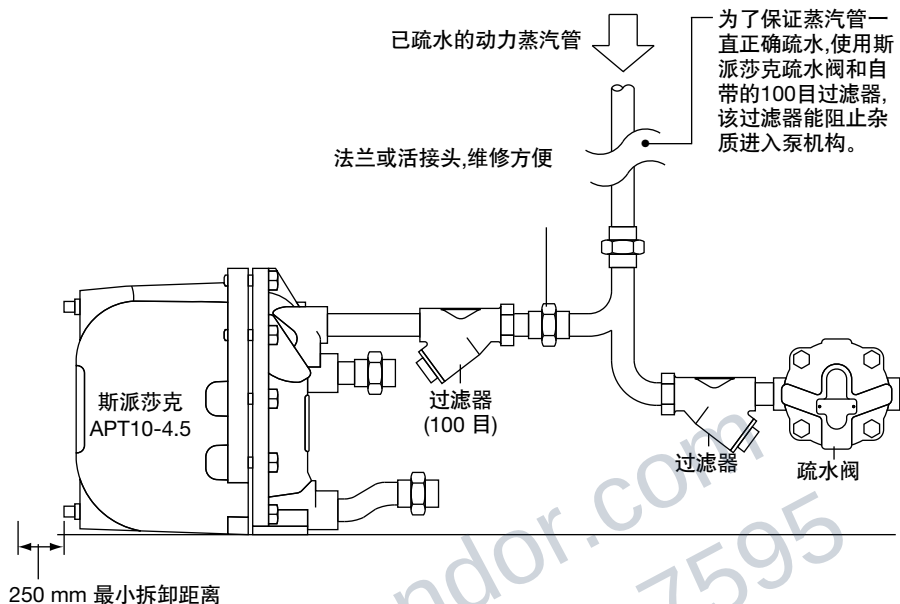
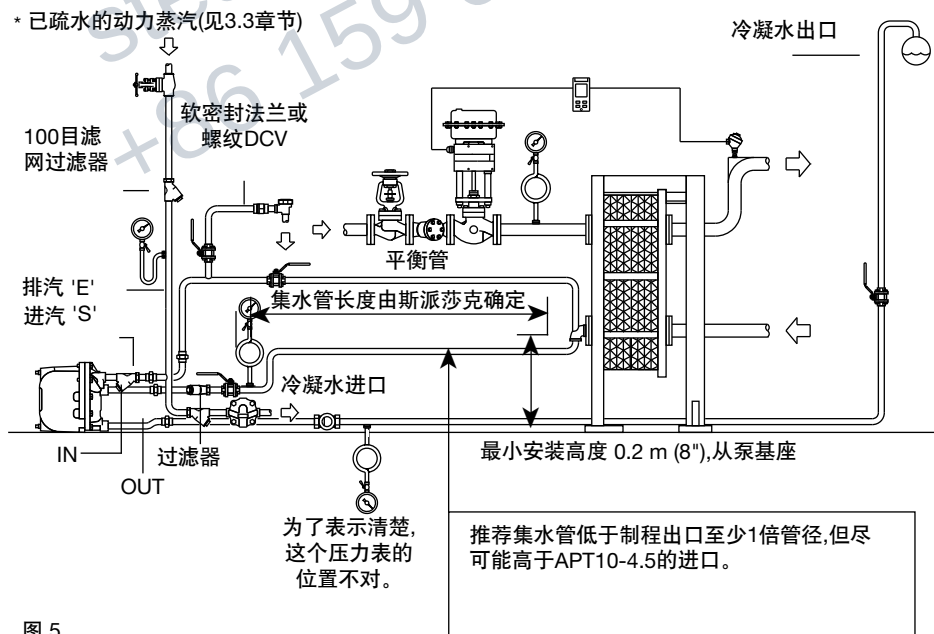

图4 动力蒸汽和排汽管的推荐连接
图 5
为防止设备积水,建议在入口管道口径选型时,要考虑泵在排水循环时产生的冷凝水量。通常管道的长度和直径能提供2.1升的冷凝水容积就足够了。建议冷凝水蓄水管的位置低于过程出口至少1倍管径但比APT10-4.5入口要尽可能的高。在APT10-4.5冷凝水入口处要安装斯派莎克Y型,孔径为0.8mm的过滤器,如图5所示。
3.3 接口(参考安装图4)
APT10-4.5有四个接口,标有(IN)的DN20 (3/4") 接口与设备排水口相连,标有(OUT)的DN20 (3/4") 接口与冷凝水回收管道相连。流向箭头标明了正确的流向。标有(S)的DN15 (1/2") 接口与已疏水的动力蒸汽管道相连。* 要保证这根管道一直处于疏水状态,需要安装斯派莎克蒸汽疏水阀和100目的过滤器(见图5)。标有(E)的DN15 (1/2") 接口通过平衡管与设备的冷凝水出口相连,平衡管要尽量靠近设备的冷凝水出口,平衡管要接在冷凝水管道的顶部,见图5。
4.1 在按照图4和图5安装入口出口管道和动力蒸汽/乏汽接口后,缓慢打开动力蒸汽入口阀门对APT10-4.5供汽,确保排汽/平衡管打开且无任何限流。